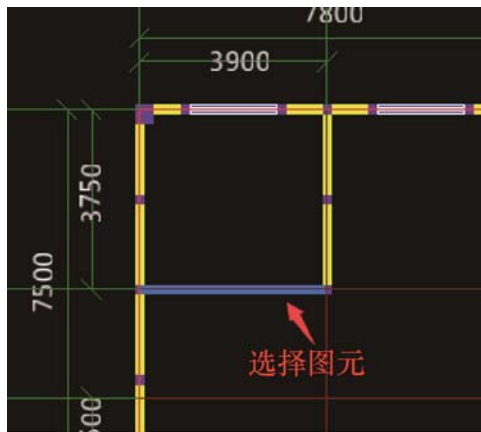
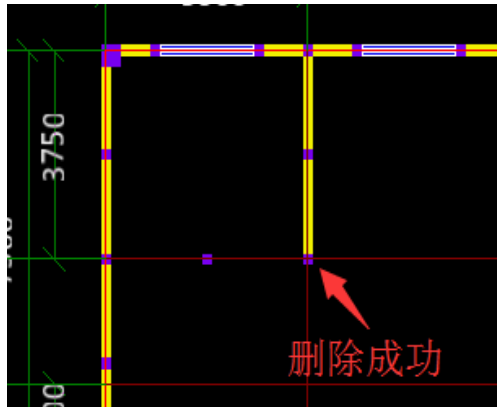

图 2-6 选择图元
图 2-7 删除图元
② 用鼠标左键单击选择或拉框选择需要删除的图元，单击右键确认选择，如图 2-6、图 2-7 所示。